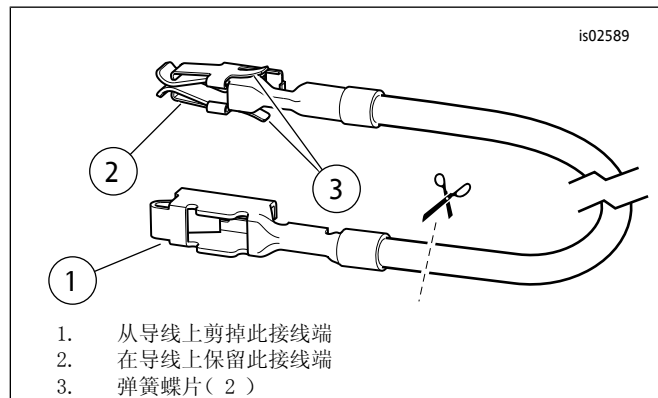

图5。保险丝盒适配线（戴纳和软尾车型）
3. 参见图12。从套件中取出橙色/白色保险丝盒适配线(11)。注意导线每端的接线端(参见图5)。只有带有弹簧蝶片的接线端可安装到此保险丝盒中。小心地从导线上剪掉未使用的接线端并丢弃。
3. 参见图12。从套件中取出橙色/白色保险丝盒适配线（11）。注意导线每端的接线端（参见图5）。只有带有弹簧蝶片的接线端可安装到此保险丝盒中。小心地从导线上剪掉未使用的接线端并丢弃。